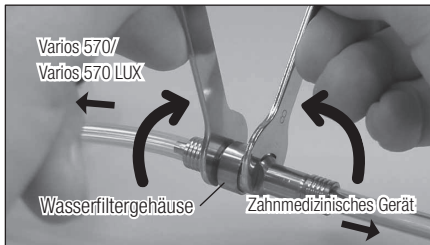

Abb.19
- 2) Bringen Sie zwei Schraubenschlüssel (5 x 8) an und drehen Sie diese wie in Abb. 19 gezeigt.